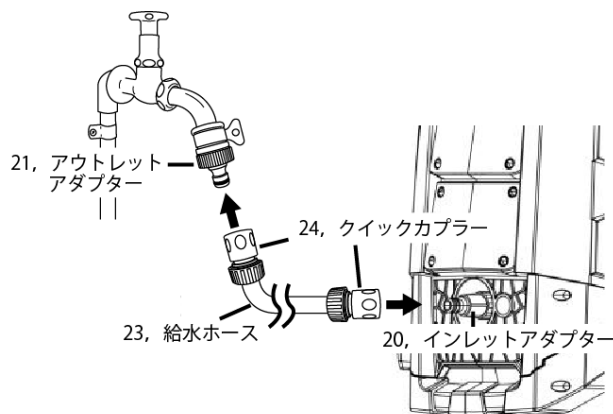
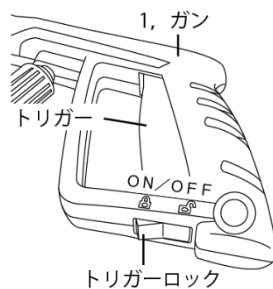
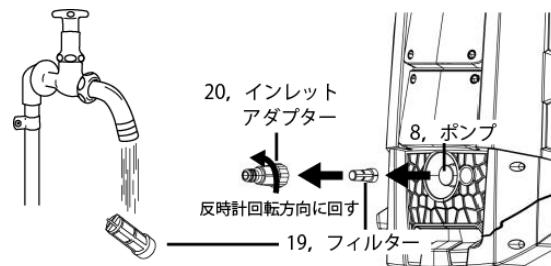

図 8
図 9
図 13
- ⑦ 23, 給水ホースの両端に24, クイックカプラーをそれぞれ取り付け、⑤、⑥で取り付けした20, インレットアダプターと21, アウトレットアダプターに24, クイックカプラーを接続し、水を出してください(図8参照)。
- ⑧ 6, 電源コードのプラグをAC100Vコンセントに差し込んでください。
- ⑨ 1, ガンのトリガーロックをOFFにし、15, ランス先端より水が吐出するまで1, ガンのトリガーを引き、8, ポンプと10, ワイヤ入り高圧ゴムホース内部に溜まったエアを抜いてください(図9参照)。
- ⑰ 19, フィルターが目詰まりした場合は、20, インレットアダプターを反時計回転方向に回して8, ポンプから取り外してください。続いて19, フィルターを取り外し、メッシュ部分を傷つけないように洗浄してください(図13参照)。
- ⑱ 作業終了後、3, ON/OFFスイッチをOFFにして水を止め、20秒程度1, ガンのトリガーを握り、8, ポンプと10, ワイヤ入り高圧ゴムホース内部の圧力及び水を抜いてください。
- ⑲ 保管時は、6, 電源コードのプラグをAC100Vコンセントから抜き、4, 電源コード用フックに巻いてください。10, ワイヤ入り高圧ゴムホースは、11, ホースリールに巻いてください。また、11, ホースリールのハンドルは、折りたたみ可能です。未使用時は、ハンドルを折りたたんでください。1, ガンのトリガーロックをONにし、不意にトリガーを引けないようにしてください(図9参照)。また、13, ガンホルダーや14, ランスホルダーを使用して、1, ガンと15, ランスを保管してください。